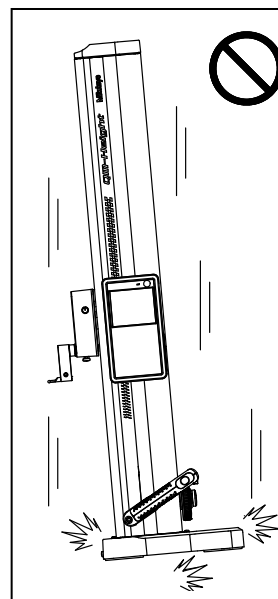

Рис. 4.
- Не прилагайте излишних усилий к прибору и не роняйте его. Запрещается разбирать прибор, кроме вскрытия отсека с батарейками для замены батареек. (Рис. 4)